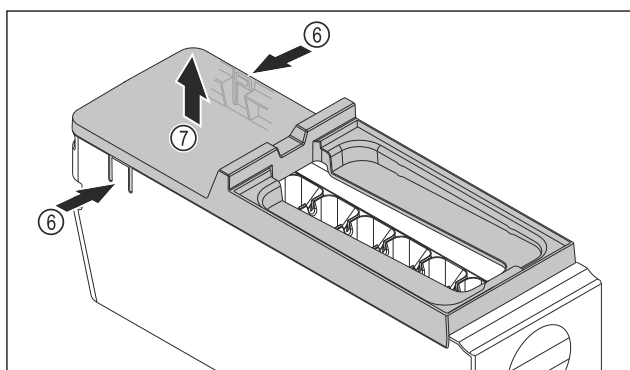

Fig. 132
- ▶ Wyjmowanie osłony korpusu EasyTwist-Ice: Docisnąć jedną ręką nakładki Fig. 132 (6) po obu stronach korpusu EasyTwist-Ice.
- ▶ Drugą ręką wyjąć osłonę Fig. 132 (7) ku górze.